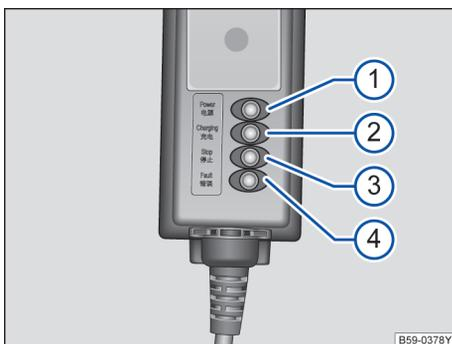

图 118 充电电缆上的控制盒
⇒ 图 118 的图例：
① 电源指示
插上电源插头，显示⇒图 118 ① 亮起。
② 充电指示。
在高压蓄电池充电期间，显示⇒图 118 ② 常亮。
显示⇒图 118	含义和补救措施